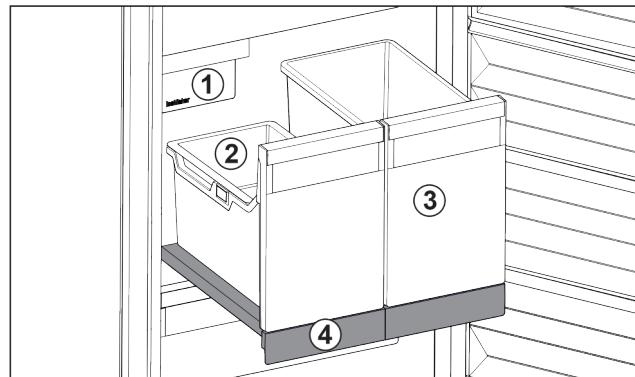

Fig. 21 Выдвижная панель с IceTower
На выдвижной панели находятся два высоких контейнера (IceTower). В контейнере Fig. 21 (2) собираются и хранятся кубики льда из IceMaker. Контейнер Fig. 21 (3) подходит для хранения высоких продуктов, таких, как пицца или алкогольные напитки.